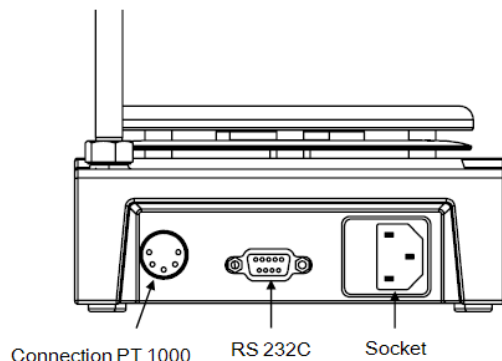

Imagen 7
- Las funciones de las líneas de la interfaz entre el equipo en el laboratorio y el sistema de automatización se seleccionan desde las señales especificadas del estándar EIA RS232C, correspondientes a la norma DIN66020, parte 1. La asignación del casquillo puede consultarse en la imagen 7.